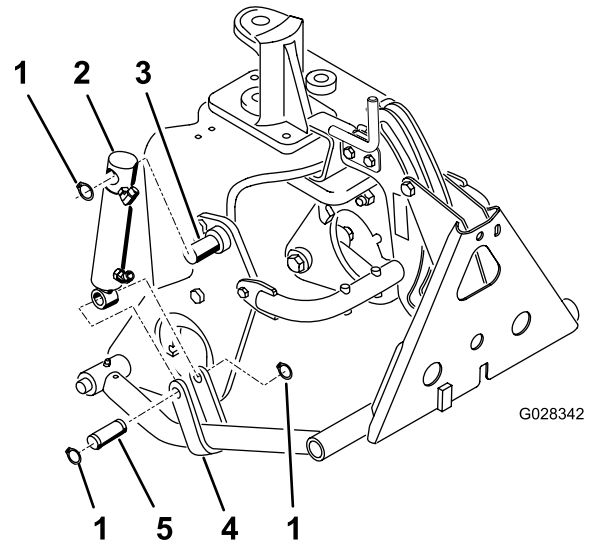

図 19
3. 油圧シリンダの胴体の上部を、右側のプラウ・プレートにピンに取り付けてリテーナリングで固定する 図 19。
4. ピン1本とリテーナリング2本を使って、シリンダロッドをプッシュアームのストラップに取り付ける 図 19。